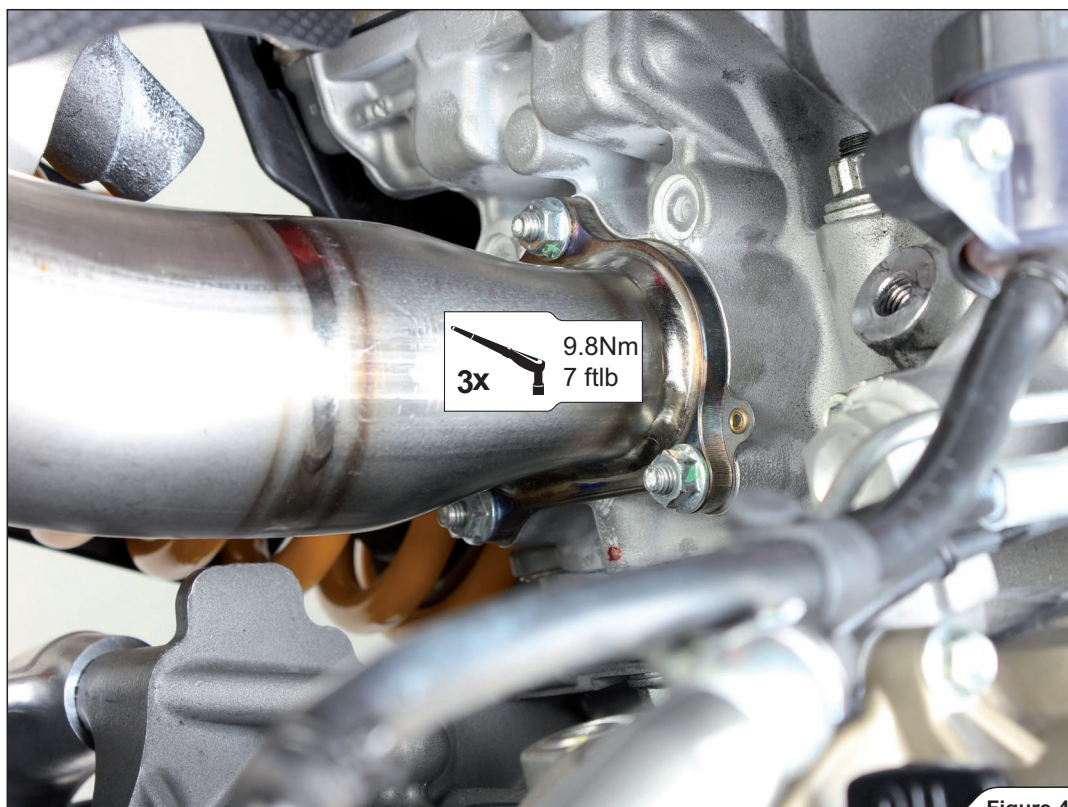

Figure 42
13. Serrare entrambi i collettori alla coppia prescritta (Figure 42, 43).
13. Tighten both headers to the specified torque (Figure 42, 43).